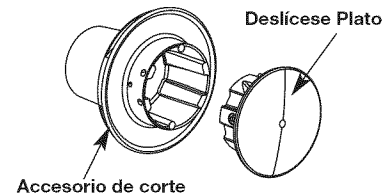

Fig. 26
3. Reinstale la placa guía de la línea (Fig. 26) La placa guía es un elemento con espiga y ajusta de una sola forma. Si no entra en el cabezal de corte fácilmente, NO lo fuerce. Gire la placa hasta que se encaje fácilmente en el cabezal de corte.